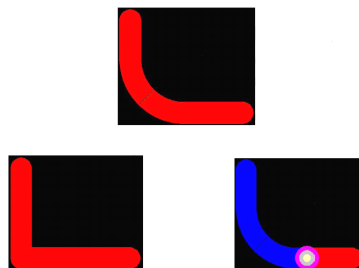

图 16 射频走线图
3. 射频走线应尽量采用直线，如无法避免需转弯时，不能采用直角转弯，应采用弧线转弯，以减小寄生电容，且射频走线上不能有过孔，如图 16。